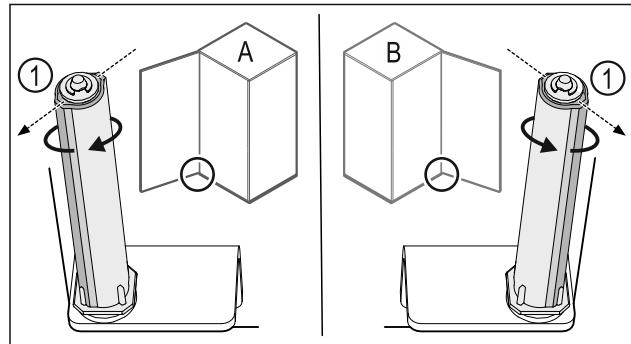

Fig. 43 左门挡 (A) / 右门挡 (B)
- ▶ 克服阻力转动关门系统，直至关门系统 Fig. 43 (1)的连接片朝外。